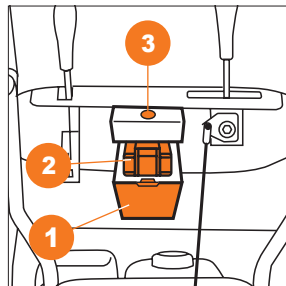

Рис. 21
- Откройте крышку ❶ отсека для аккумулятора (Рис. 21).
- Установите аккумулятор ❷ на место. Убедитесь в правильном расположении аккумулятора и соединении контактов (Рис. 21).
- Нажмите кнопку запуска ❸ и удерживайте ее до момента запуска двигателя, но не более 5-ти секунд (Рис. 21)